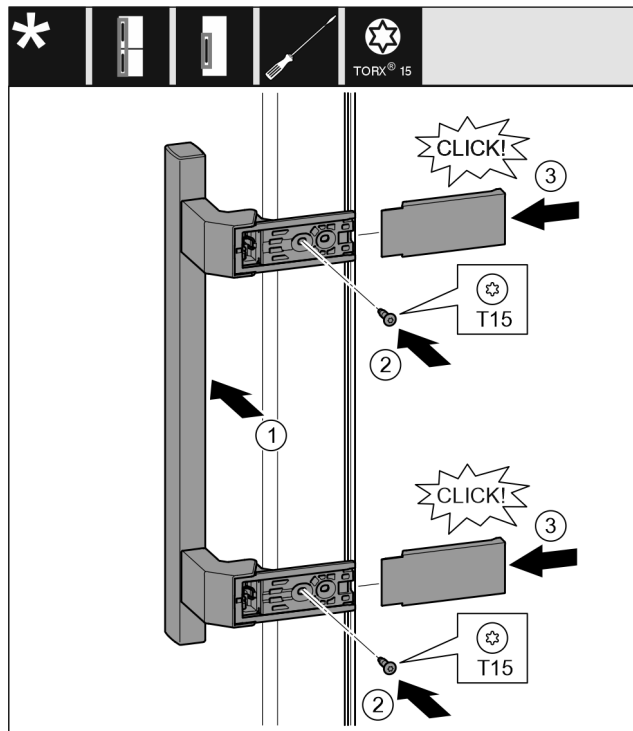

Fig. 18
- ▶ Поставете дръжката от другата страна. Fig. 18 (1)
- ▶ Затегнете винтовете с отвертка T15. Fig. 18 (2)
- ▶ Поставете отстрани капачите и ги нахлузете. Fig. 18 (3)